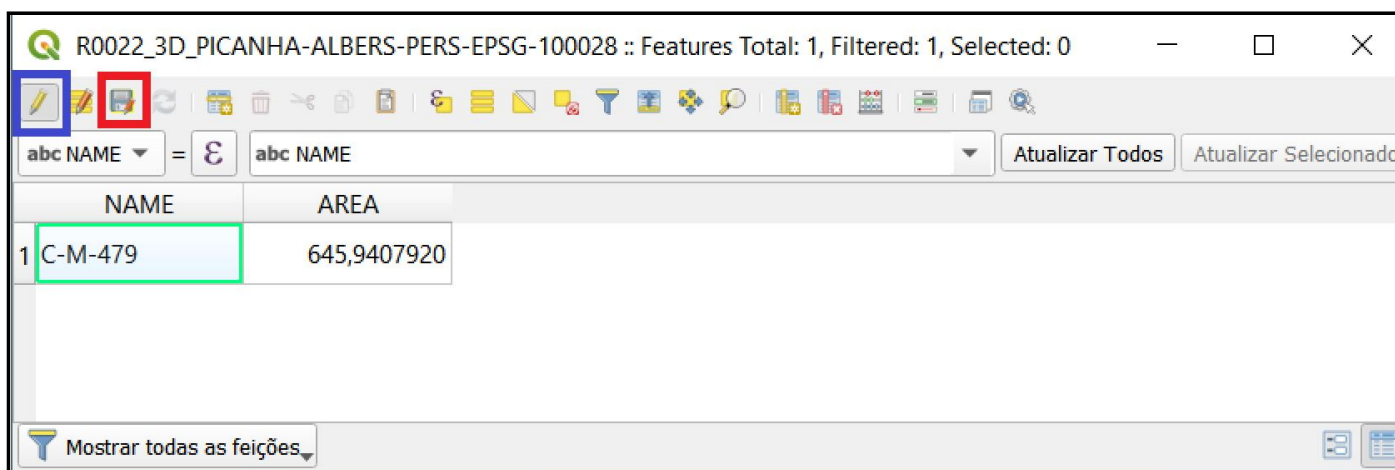

Figura 13 - Destaque dos ícones para salvar (vermelho) e desabilitar a edição (em azul) na Tabela de Atributos
g) Clicar no 3º ícone da barra de ferramentas da Tabela de Atributos para salvar - em vermelho; e clicar no 1º ícone para desabilitar a edição - em azul (ver figura 13)